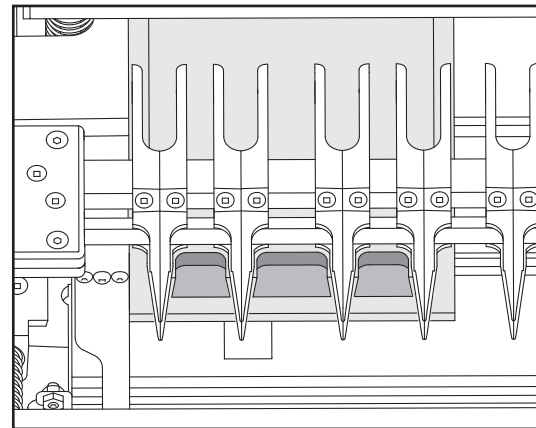

Fig. G8
4. Faites la coupe en utilisant les instructions incluses dans la section « joint demi-caché à espacement variable ». La coupe finale devrait ressembler à Fig. G8.